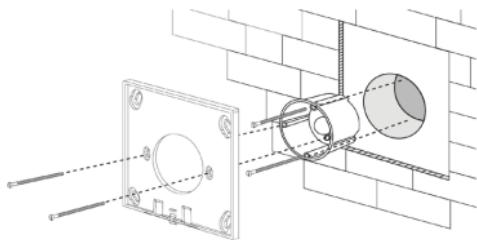

Рисунок 2. Установка основания.
- Закрепите основание на стене [Рис. 2].